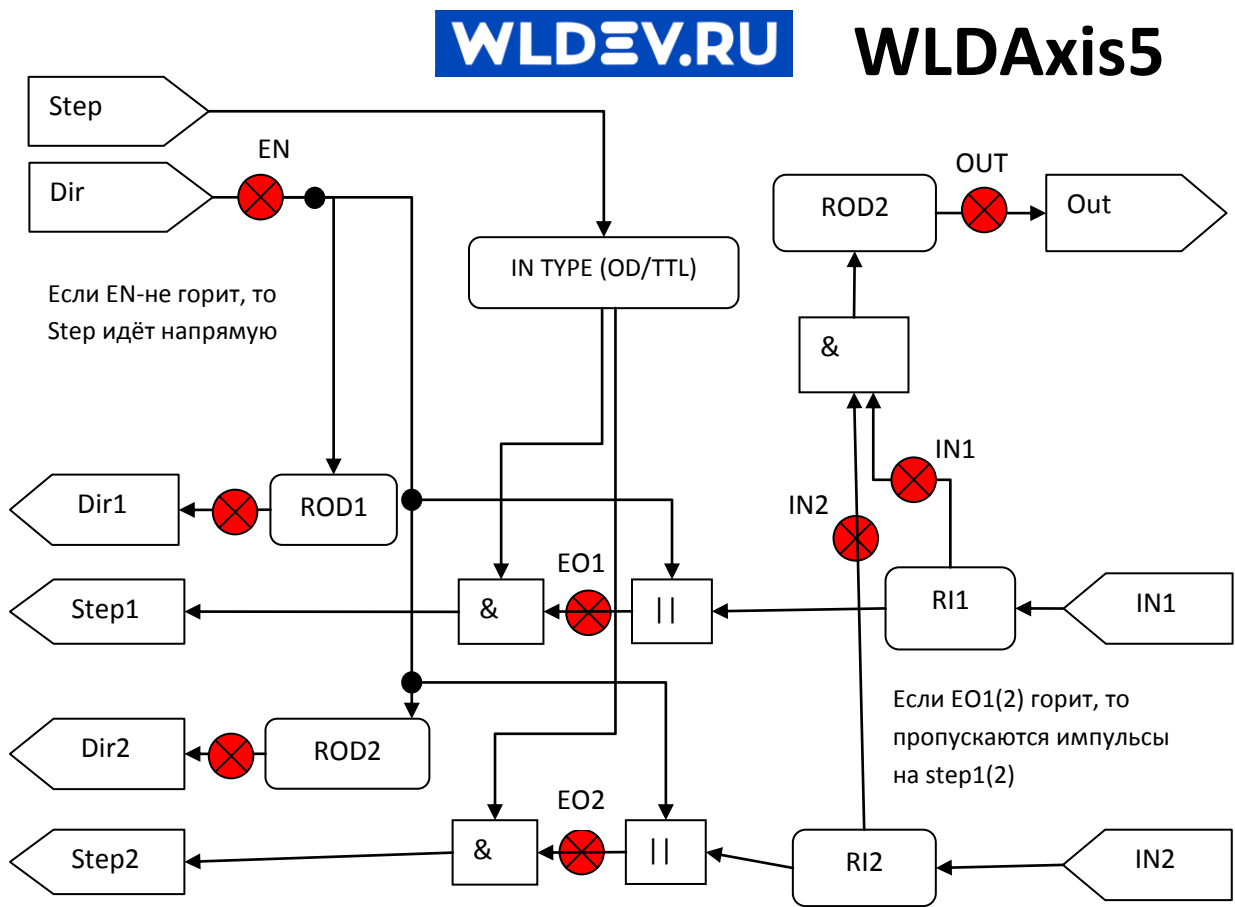

Рисунок 2
- Плата производит синхронизацию при движении в "активном" направлении (EN=1(горит) на Рис.2) которое определяется пользователем.